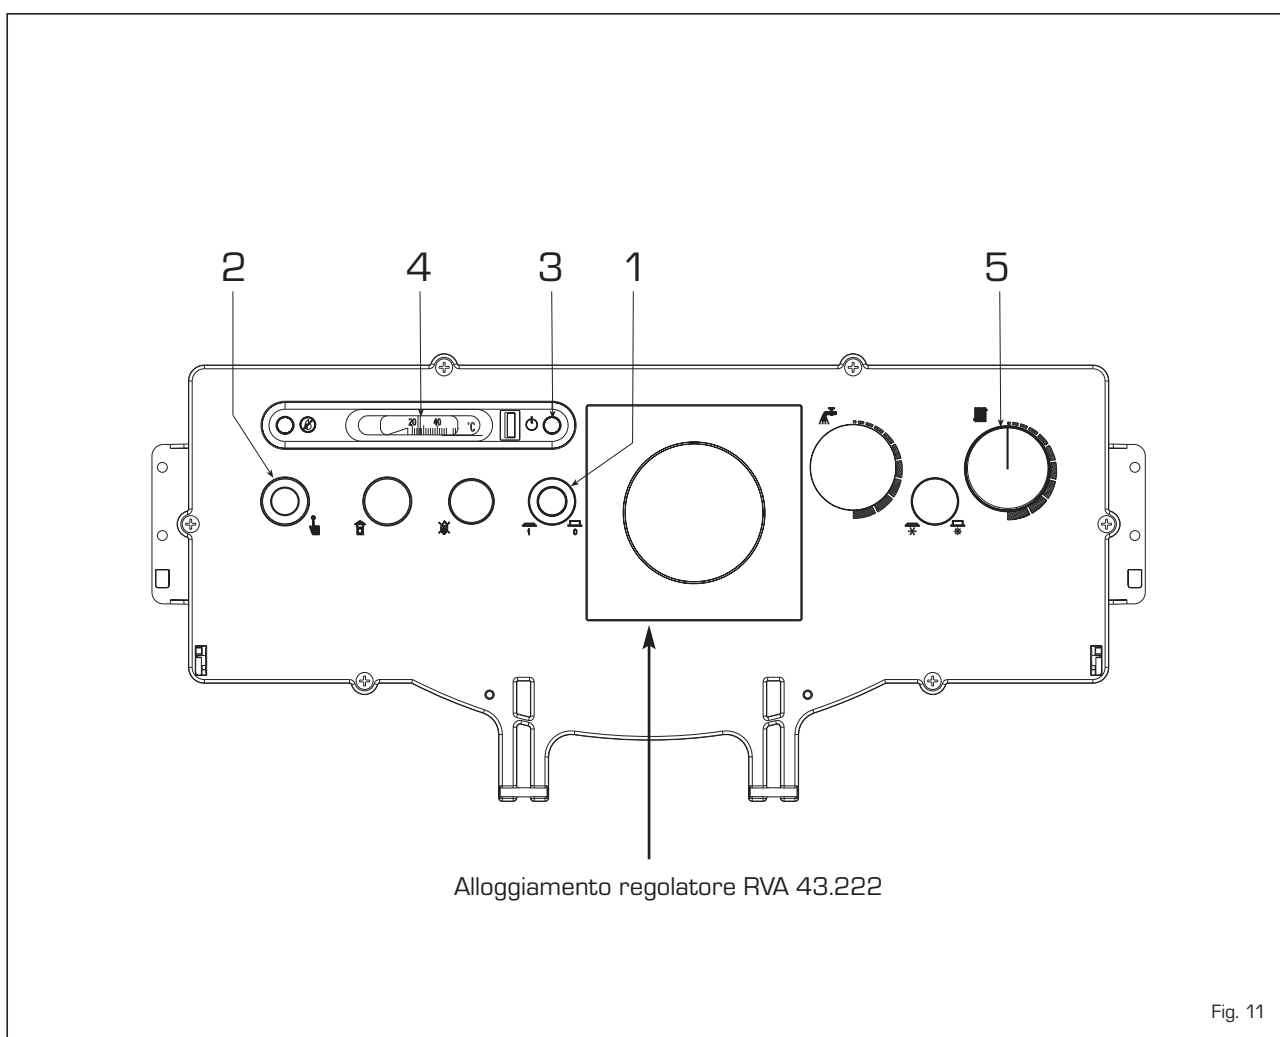

Fig. 11
tore fornito a richiesta cod. 8096303, completo di sonda temperatura esterna (SE) e sonda immersione caldaia (SC). Il regolatore si installa nel pannello comandi in sostituzione dell'apposita chiusura (fig. 11).
nel seguente modo (fig. 11):
Il termostato di sicurezza a riarmo automatico tarato a 100°C (2 fig. 11) interviene, provocando l'immediato spegnimento del bruciatore, nel caso si manifesti accidentalmente una sovratemperatura in caldaia.
Per spegnere temporaneamente la caldaia togliere tensione premendo l'interruttore principale (1 fig. 11). Il non utilizzo per un lungo periodo comporta l'effettuazione delle seguenti operazioni: